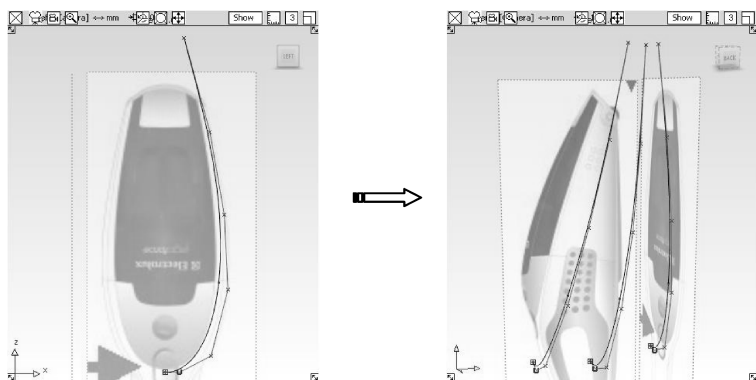

图9-8 创建侧面轮廓曲线
- 09 隐藏不再使用的曲线。选择【New CV curve】工具，在【Left】正交视窗中创建一条曲线作为吸尘器侧面的轮廓曲线，并对这条曲线进行偏移、旋转、移动操作，创建出另外两条曲线，如图9-8所示。